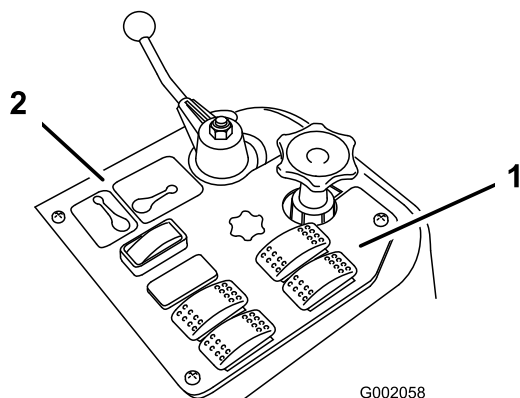
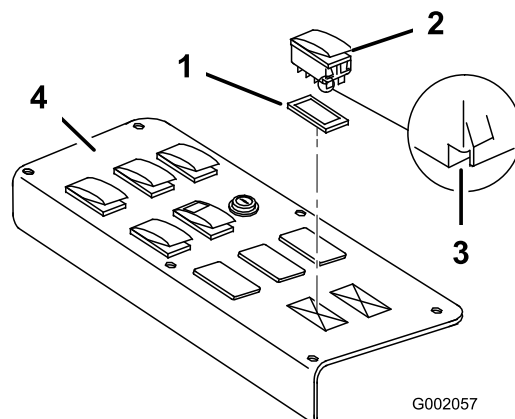

Рисунок 24
Рисунок 25
2. Извлеките из панели управления опрыскиванием две заглушки и установите на их место два клавишных выключателя (См. Рисунок 24 для Multi Pro 1200 и Рисунок 25 Multi Pro 1250).
**Примечание:** Убедитесь, что ориентация выключателей соответствует указанной на Рисунок 25: выемки выключателей обращены в сторону задней части машины.